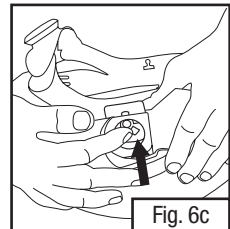

Fig. 6c
- Si va a reemplazar el kit de pivote, empuje la placa trasera hacia fuera del armazón ligeramente (hacia fuera del casco cefálico) y deslice hacia fuera por la ranura en el armazón de cascos de protección para quitarlo. Utilice una herramienta con suavidad si es necesario (por ejemplo, un destornillador de hoja plana) (Fig. 6c).